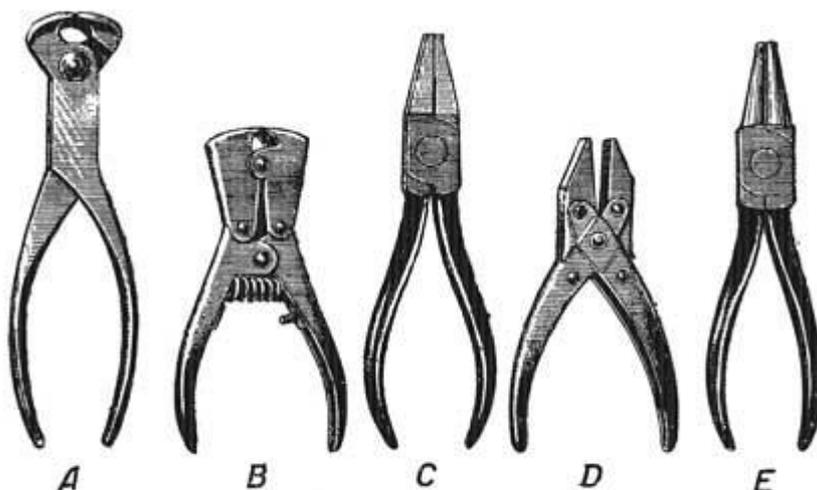

Рис. 206. Кусачки обычные (А) и с механизмом в виде двойных рычагов (В).
Набор инструментов для работ из проволоки не велик, и не сложен, состоя из молотка (§11, 3, III, и рис. 134), кусачек (рис. 206, А и В), плоскогубцев (рис. 206, С и D) и круглогубцев (рис. 206, Е).
**Кусачки.** Кусачки, или острогубцы, — общеизвестный инструмент, применяемый для резания проводов и проволоки (рис. 206, А). Плоские остро отточенные «Губки» или края при нажиме на рукоятки кусачек должны сходиться вплотную (без щели), иначе они не станут резать тонкую проволоку совсем, а толстую до конца. Качество закалки режущих частей очень важно, так как при недостаточной твёрдости эти части при резании стальной проволоки будут сминаться, а при излишней твёрдости выкалываться кусочками. Поэтому при покупке кусачек выгоднее приобрести лучший сорт, заплатив дороже. Существуют кусачки с двойными рычагами, позволяющие разрезать проволоку с самыми минимальными усилиями (рис. 206, В).
**II. Плоскогубцы.** Плоскогубцы — необходимейший и наиболее часто применяемый инструмент при работе из проволоки и служащий, главным образом, для её изгибания (рис. 206, С). При покупке следует обращать внимание на то, чтобы губки, во-первых, содержали на себе насечку и, во-вторых, при нажиме на рукоятки сходились совершенно вплотную. Плоскогубцы используются иногда для завёртывания небольших гаек; в этом случае удобнее применять особые плоскогубцы, у которых губки, расходясь при растворе, остаются параллельными друг другу (рис. 206, D). Такие плоскогубцы крепче удерживают и гайку и не так портят её (оставляя следы), как обыкновенные.
**III. Круглогубцы.** Круглогубцы, т. е. щипцы с несколько коническими губками, — мало распространённый в школах, но важнейший инструмент при работе с проволокой и при электромонтаже (рис. 206, В). Служат они в основном для изгибания проволоки колечком, т. е. для изготовления одной из часто встречающихся деталей у проволочных изделий.